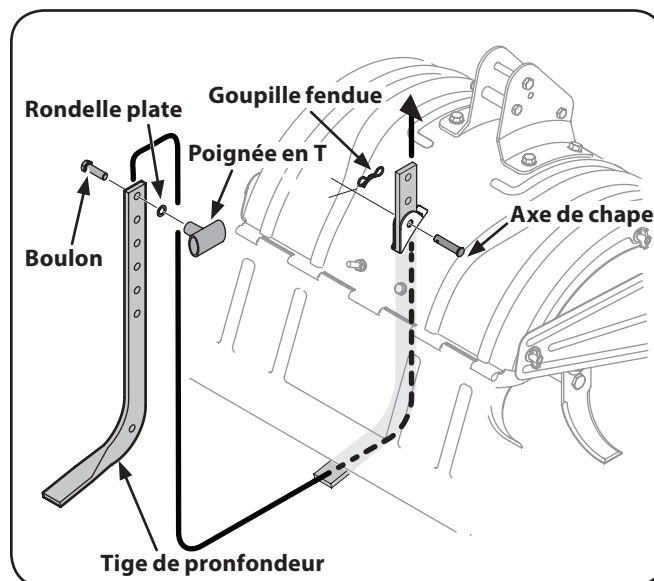

Figure 3-1
2. Dévissez la poignée en T du dessus de la tige de profondeur et retirez la rondelle plate et le boulon. Retirez la goupille fendue de l'axe de chape. Voir Figure 3-1.
5. Insérez le boulon dans le trou supérieur de la tige de profondeur. Placez la rondelle plate et la poignée en T sur le boulon, puis vissez la poignée jusqu'à ce qu'elle soit bien serrée. Voir Figure 3-1.